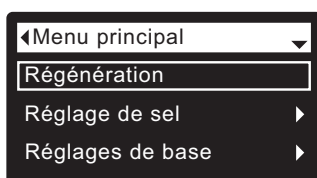

FIG. 33
En fonctionnement normal (défilement des écrans d'état), appuyez sur le sélecteur (O) du conditionneur/de l'adoucisseur pour ouvrir le Menu principal (cf. Figure 33). Ce menu et ses écrans sous-jacents servent à commander ces activités :